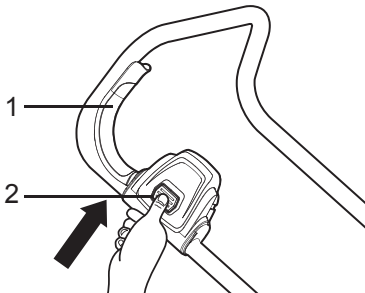

Fig.14
> Pour allumer l'appareil, appuyez sur l'interrupteur de sécurité (2) situé sur le guidon, tirez en même temps sur la poignée marche/arrêt (1) (Fig.14,15) puis relâchez l'interrupteur de sécurité.